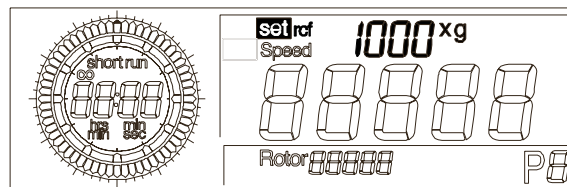

Abb. 5.13: Einstellung der Relativen Zentrifugalbeschleunigung
- Drehen Sie den linken Drehknopf, bis im Anzeigenfeld "set" vor dem Parameter "rcf" erscheint (siehe Abb. 5.13).